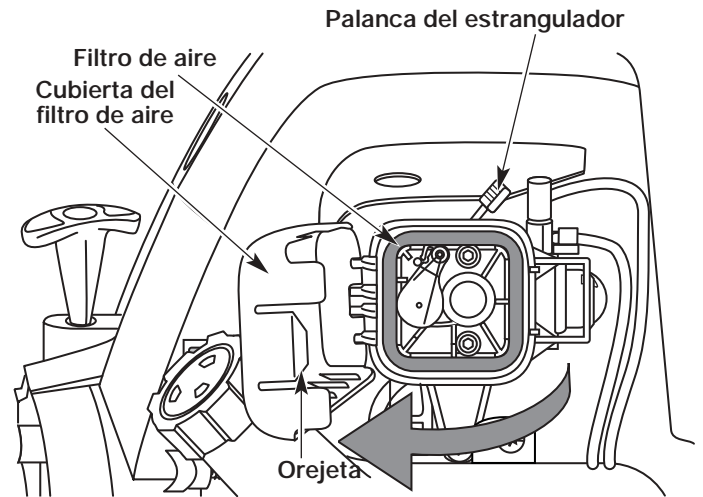

Fig. 32
- Abra la cubierta del filtro de aire. Empuje hacia adentro la orejeta del lado derecho de la cubierta, y extraiga la cubierta del filtro de aire hacia afuera y hacia la izquierda (Fig. 32).
- Retire el filtro de aire (Fig. 32).